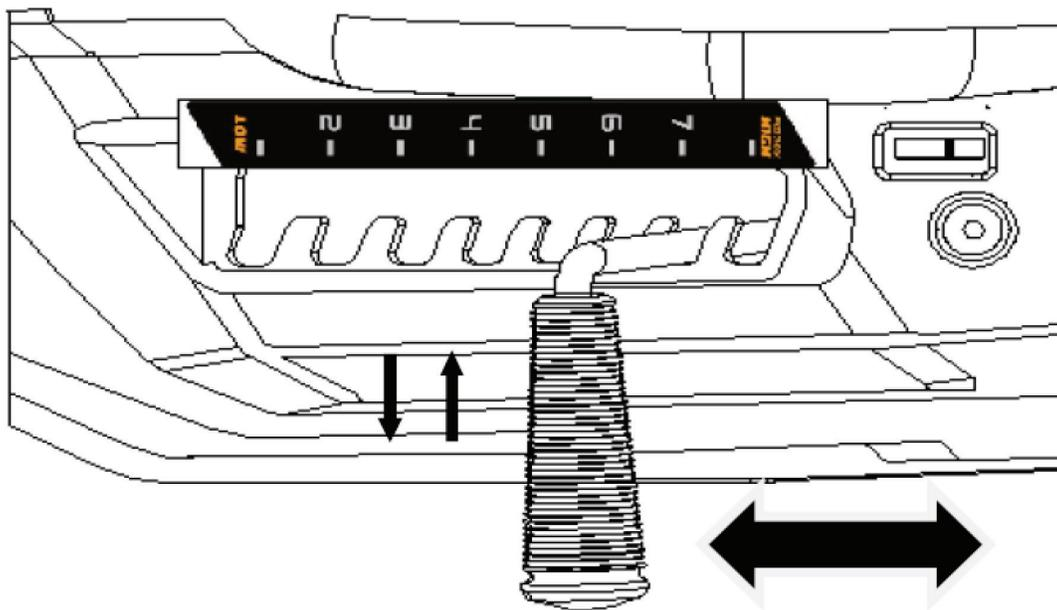

Рис. 14
3. Удерживая рычаг для подъема ножей газонокосилки, сначала переведите его вправо, чтобы он вышел из паза. Затем переместите рычаг назад или вперед, чтобы поднять или опустить режущую деку с ножом. Как только нож окажется на нужной высоте, сдвиньте рычаг влево, чтобы закрепить его в пазу (рис. 14).